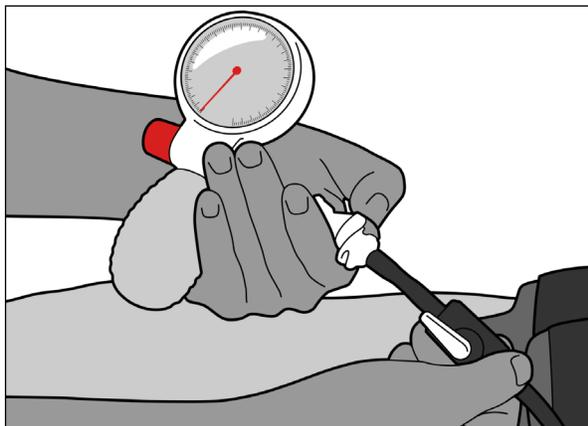

Fig. 22
1. Desconecte el accesorio de desconexión rápida. Abra la válvula de cierre y libere el aire de la vejiga (Figs. 22 y 23).